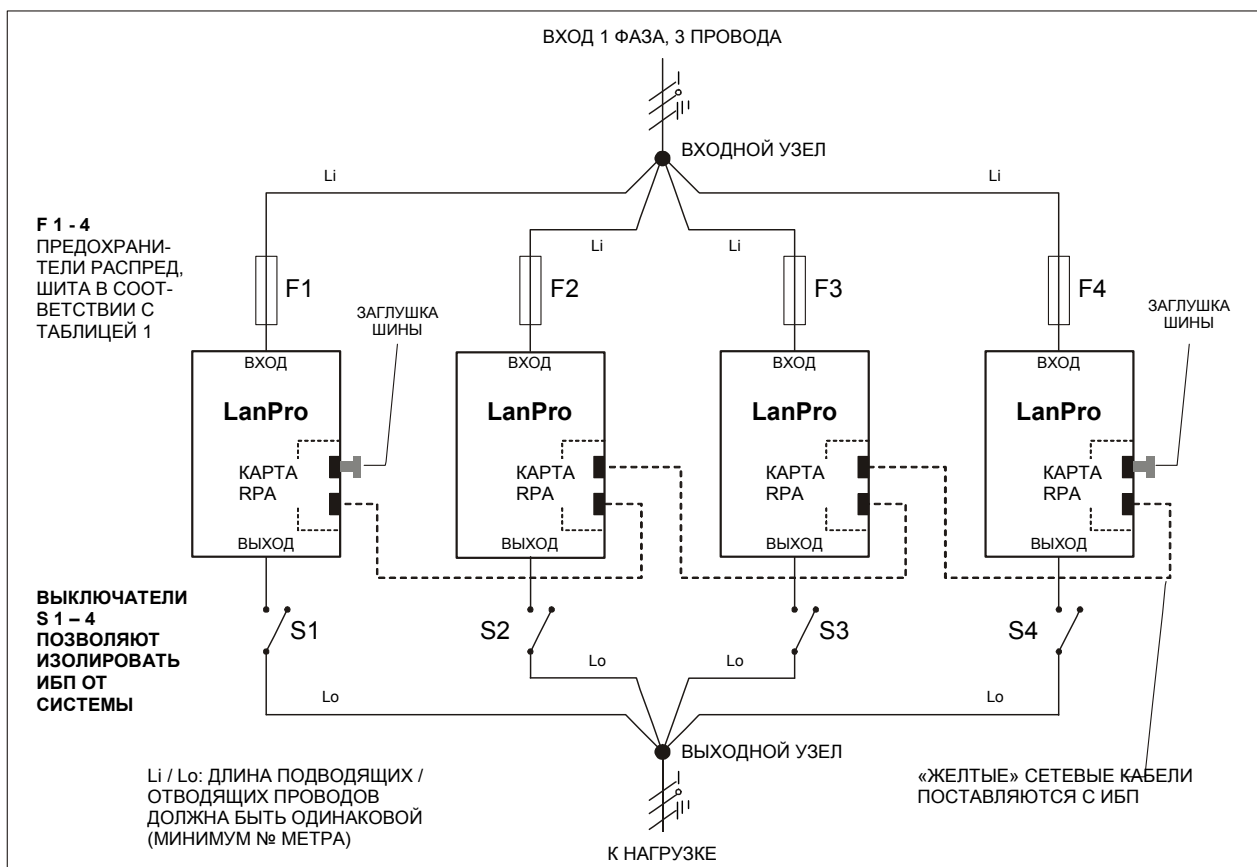

Рис. 10. Установка параллельных ИБП LP 11.
2. Все выходы питания нагрузки должны быть соединены между собой. Рекомендуется устанавливать выключатели (S 1-4, рис.10) на выходной подводке, чтобы можно было изолировать ИБП от системы, в случае необходимости проведения ремонта или обслуживания. Рекомендуется в выходном узле установить УЗО нейтраль-земля.
4. Длина всех входных кабелей между точкой входного соединения (Li, рис. 10) и входами ИБП должна быть равной. То же самое касается кабелей от выхода ИБП до точки соединения на выходе (Lo, рис. 10). Минимальная длина входных и выходных кабелей равна 3 метрам.
8. Соедините карты RPA ИБП между собой при помощи сетевого кабеля, поставляемого вместе с ИБП. См. рисунок 10 (пунктирная линия). Используйте только кабели поставляемые вместе с ИБП! Шинные заглушки поставляются вместе с ИБП для первого и последнего ИБП (в случае использования только одного разъема RPA).
2. Выньте входной предохранитель этого ИБП (F1-4, рисунок 10).
3. Отсоедините выход ИБП от точки соединения на выходе (S1-4, рисунок 10).